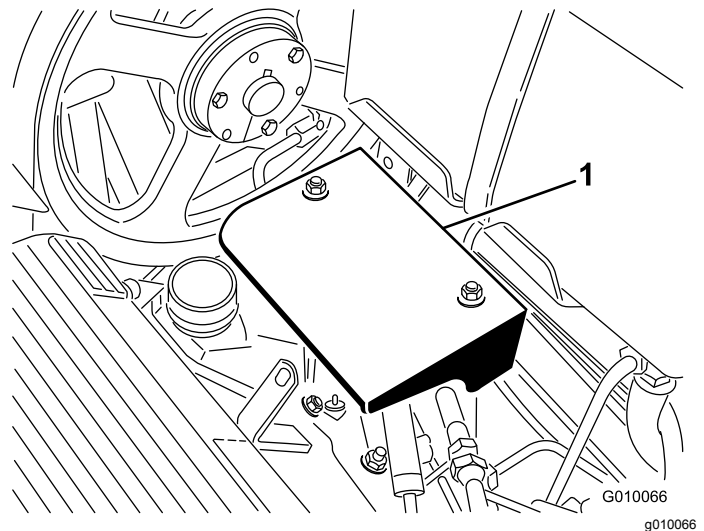

Figura 57
3. Retire las 2 tuercas de montaje del protector de la bomba, y retire el protector (Figura 57).